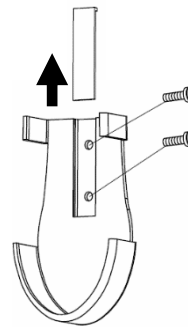

Abb. 13a
2. Entfernen Sie die Schraubenabdeckung und montieren Sie die Halterung mithilfe der zwei Schrauben und befestigen Sie die Schraubenabdeckung wieder. (Abb. 13a).